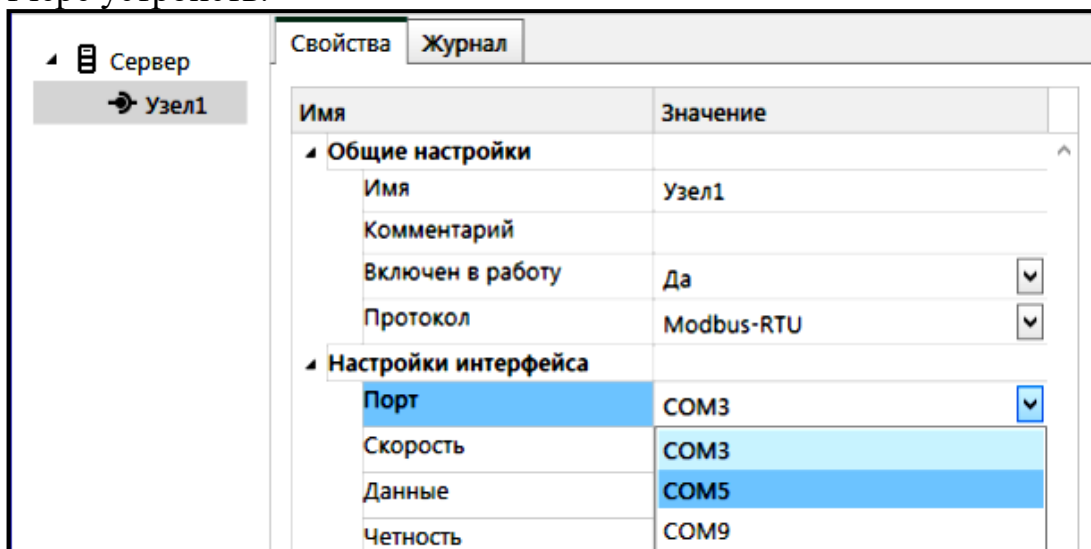

Рис. 6. Выбор COM порта
3. В выпадающем списке "Порт" выбрать порт, к которому подключено устройство (рис. 6). Уточнить номер COM порта и его характеристики можно в диспетчере устройств.